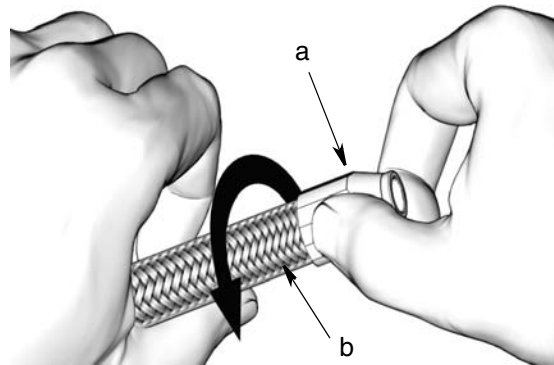

FIG. 58
4. Ponga el casquillo (a) en el extremo cortado de la manguera (b). Apriete el casquillo a mano girándolo en sentido antihorario en la manguera (FIG. 58).